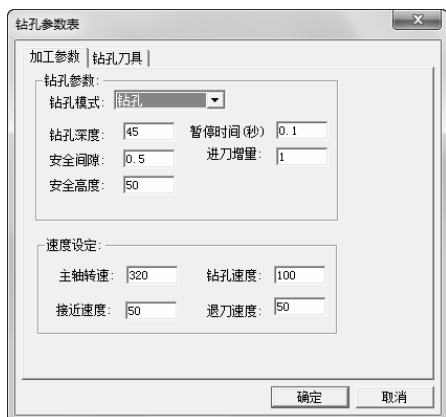

图 6-151 钻孔参数设定
1) 单击“加工参数”选项卡，如图 6-151 所示。设置具体参数如下：钻孔模式：钻孔；钻孔深度：45；暂停时间（秒）：0.1；进刀增量：1；安全间隙：0.5；安全高度：50；主轴转速：320；钻孔速度：100；接近速度：50；退刀速度：50。